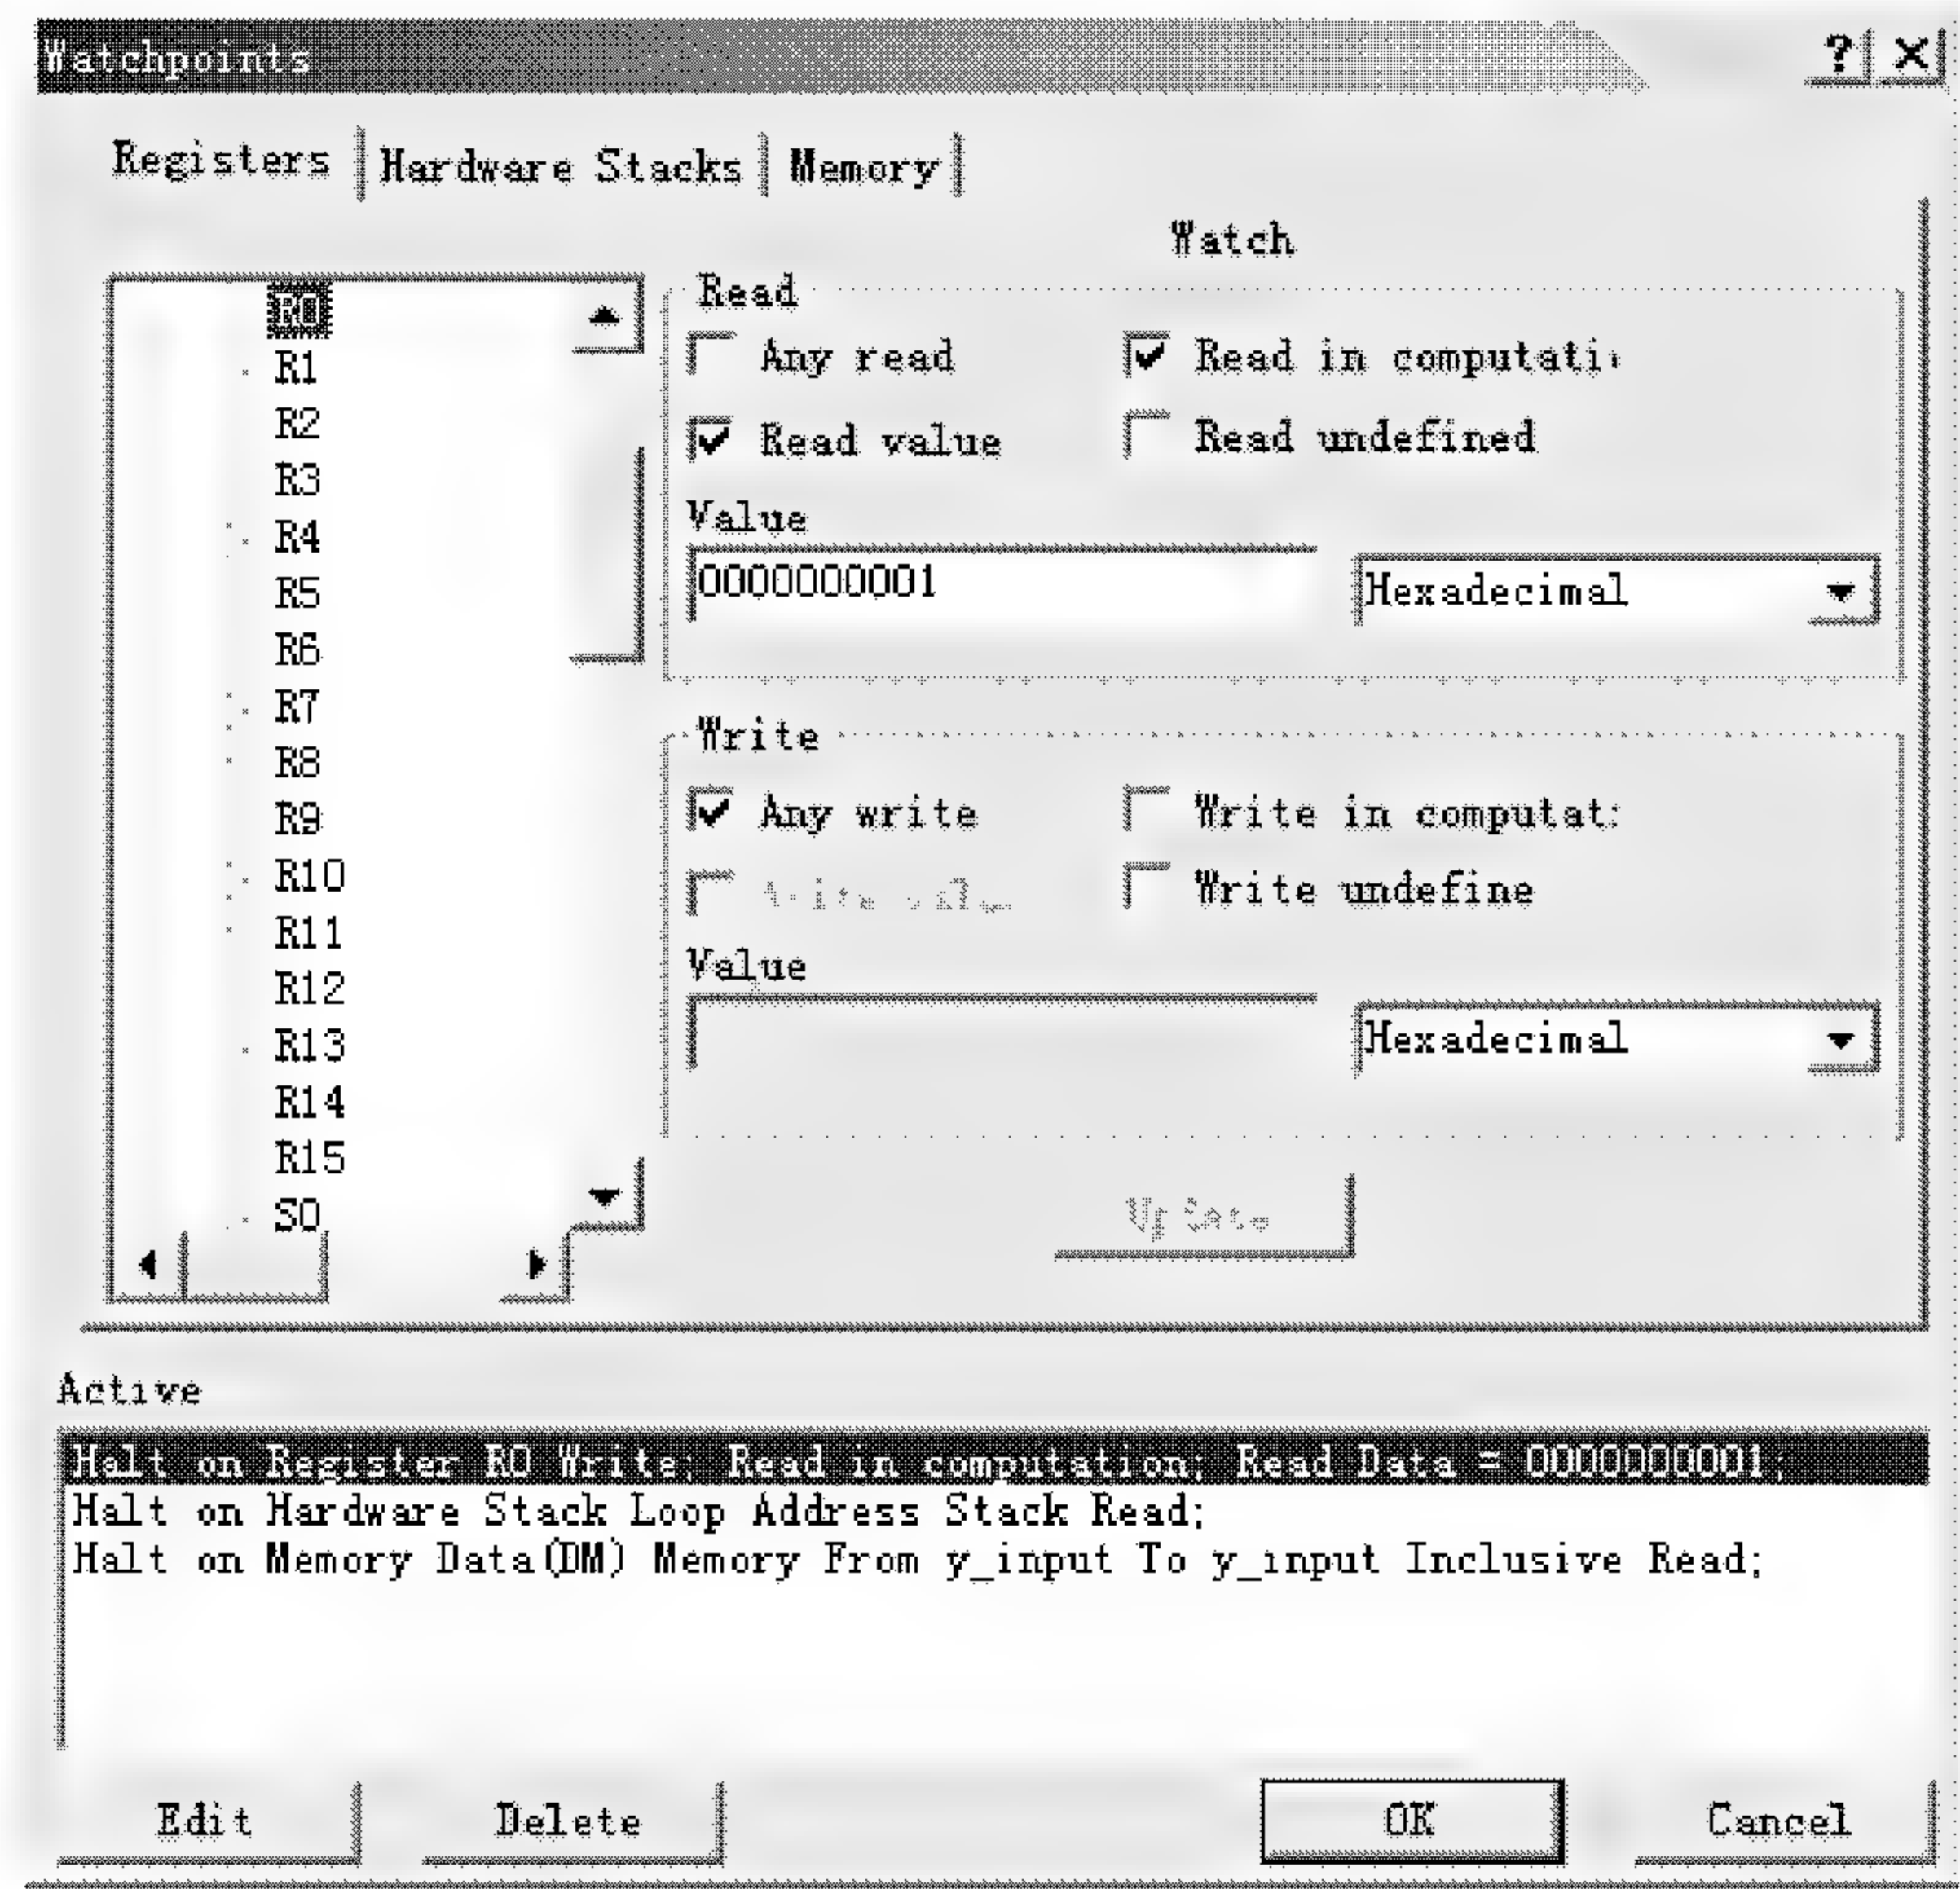

图 4.6 Watchpoints 对话框
(1) 选择 **Settings** → **Watchpoints**，打开 **Watchpoints** 对话框，如图 4.6 所示。